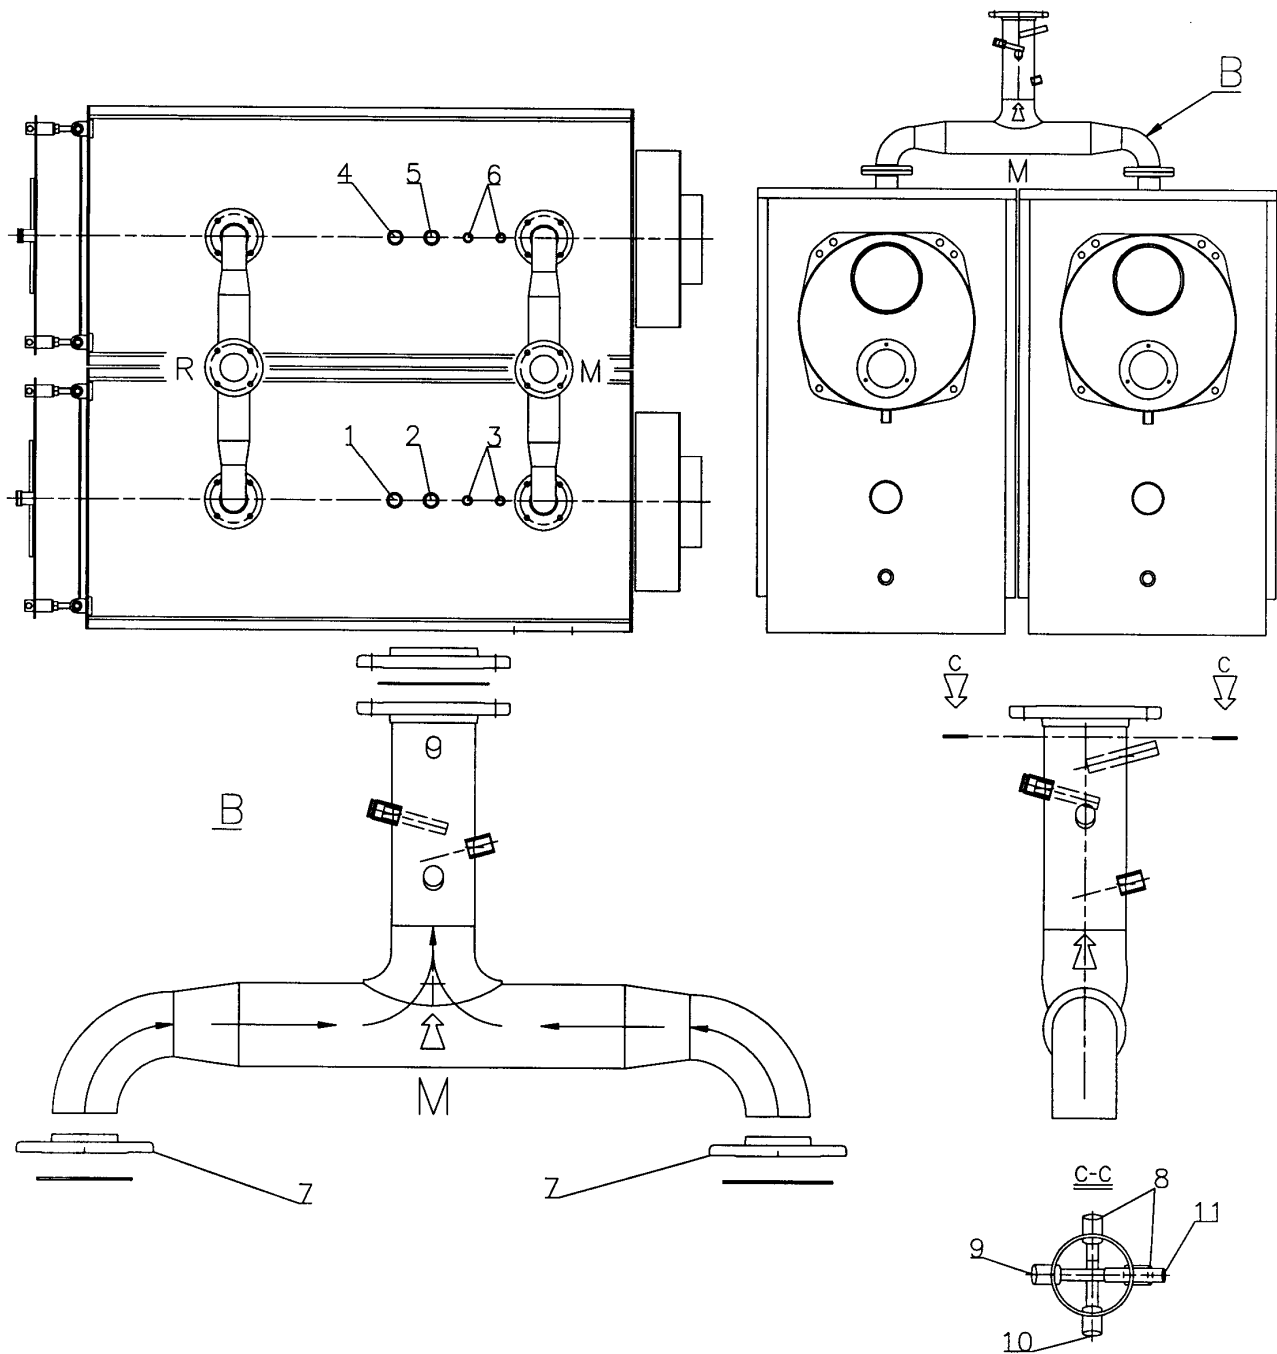

Fig. 2
3.2.2 POSIZIONAMENTO STRUMENTI DUAL BT/DUAL GRX/DUAL GRX.e (Fig. 2)